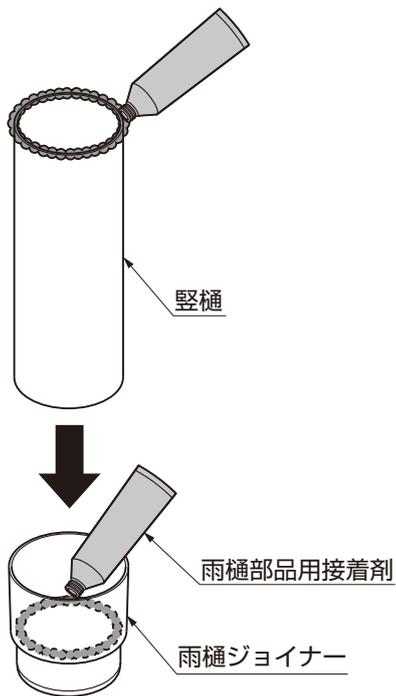

図9-2
- ② 縦樋に雨樋部品用接着剤を塗布し、雨樋ジョイナーを取付けてください。(図9-2参照)